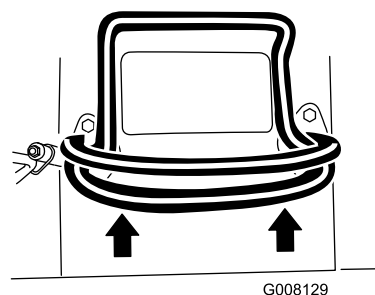
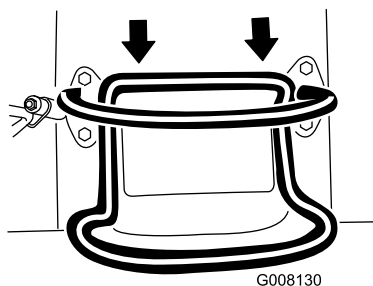

Figura 6
Figura 7
- Para desplazarse hacia adelante, mueva el control de tracción hacia adelante (Figura 6).
- Para desplazarse hacia atrás, mueva el control de tracción hacia atrás (Figura 7). **Mientras conduzca en marcha atrás, mire hacia atrás para asegurarse de que el camino está despejado, y mantenga ambas manos en la barra de referencia (Figura 6).**